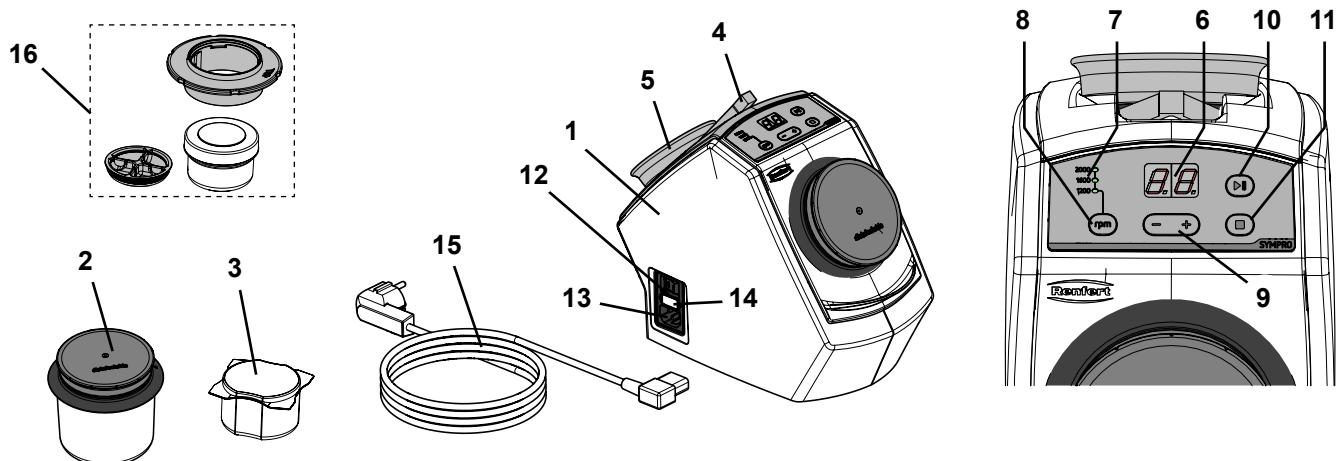

Fig. 1
- ⇒ Coloque a pinça e o imã de fixação fornecidos nas cavidades correspondentes situadas no lado posterior do aparelho (Fig. 1).
- ⇒ Escolha o cabo elétrico (15, Fig. 1) com o plugue adequado ao seu país.
- ⇒ Ligue o cabo elétrico (13, Fig. 1) à ligação da rede elétrica.
- ⇒ Ligue o aparelho no interruptor principal (12, Fig. 1).
- ⇒ Encha o copo de limpeza (2, Fig. 1) com 75 g de agulhas de limpeza (corresponde a uma embalagem individual).
- ⇒ Encha o minicopo SYMPRO (16, Fig. 1) com ~ 5 g de agulhas de limpeza.